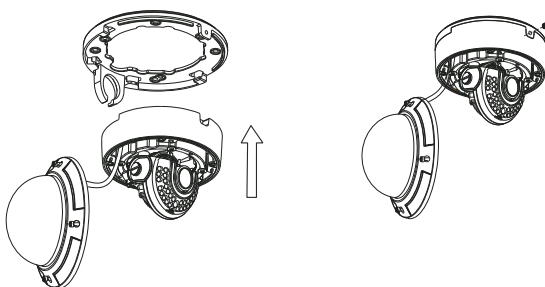

Рис. 5.4. Крепление к поверхности
4. Закрепите видеокамеру фиксирующим винтом в монтажном основании, как показано на Рис. 5.4.